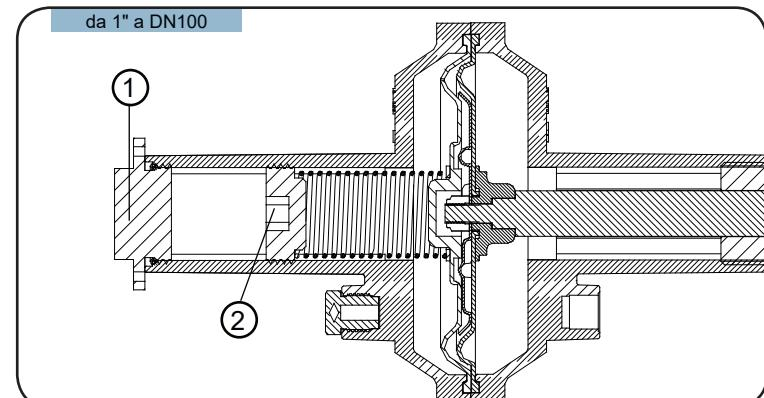

Fig.2
Svitare il **Tappo di regolazione** ① per accedere al **Premi-molla** ② Fig.2.